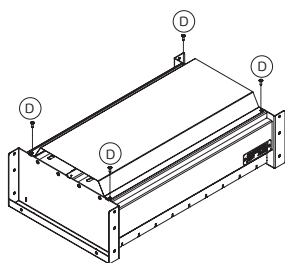

Рис. 1.
Взять жаровню и уложить ее на гофрокартон от упаковки для предупреждения повреждения жаропрочного покрытия, развернув как показано на рис. 1 и 2.
- Установить зольник (поз. 3) как показано на рис. 1 и закрепить саморезами (D), в заранее подготовленное отверстие, с помощью отвертки.